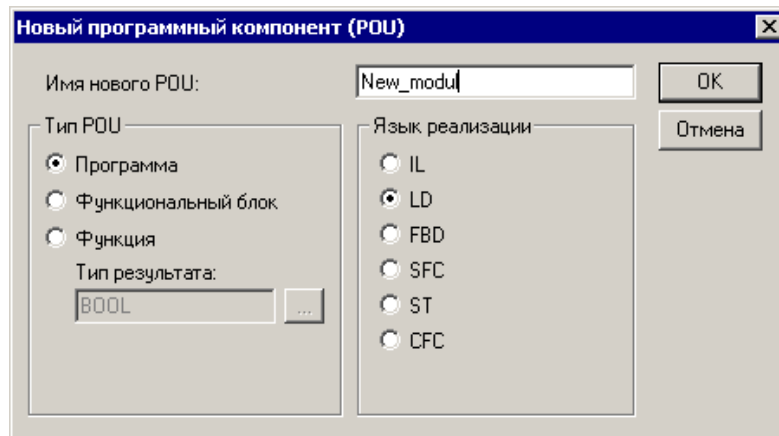

Рисунок 4.9 – Окно «Новый программный компонент (New POU)»
- 2) В рамках проекта – создать объект типа «Функциональный блок» (например, см. рисунок 4.9).